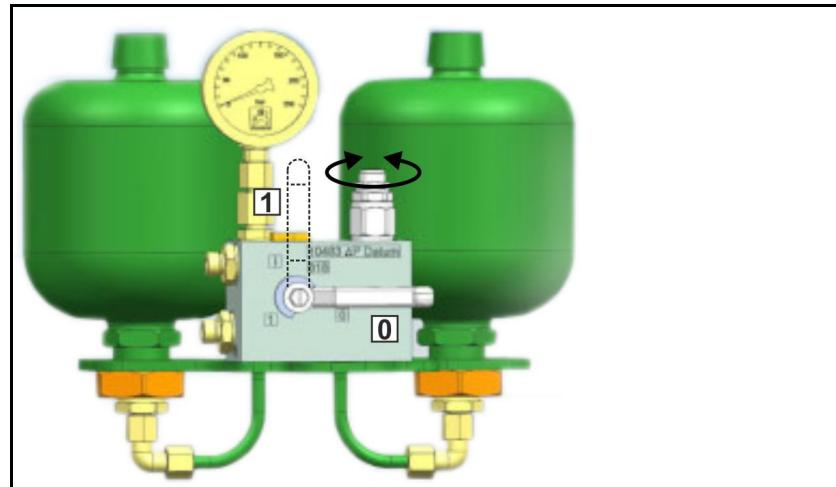

Рис. 43
2. Извлеките палец (Рис. 43/1).